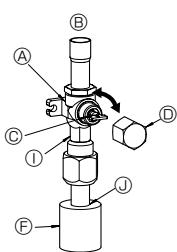
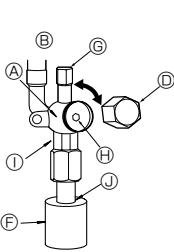

Fig. 4-5
Fig. 4-6
(1) Πλευρά αερίου (Fig. 4-5)
- ① Βγάλτε το καπάκι, τραβήξτε τη λαβή προς την πλευρά σας και περιστρέψτε κατά το 1/4 της στροφής προς τα αριστερά για να ανοίξει.
- ② Βεβαιωθείτε ότι η βαλβίδα διακοπής είναι εντελώς ανοιχτή, πιέστε μέσα τη λαβή και περιστρέφοντας επαναφέρατε το καπάκι στην αρχική του θέση.
(2) Πλευρά υγρού (Fig. 4-6)
- ① Βγάλτε το καπάκι και περιστρέψτε το στέλεχος της βαλβίδας προς τα αριστερά έως το τέρμα χρησιμοποιώντας ένα εξαγωνικό κλειδί 4 mm. Σταματήστε να περιστρέψετε έως ότου φτάσει στον αναστόλεα.
- ② Βεβαιωθείτε ότι η βαλβίδα διακοπής είναι εντελώς κλειστή, πιέστε μέσα τη λαβή και περιστρέφοντας επαναφέρατε το καπάκι στην αρχική του θέση.